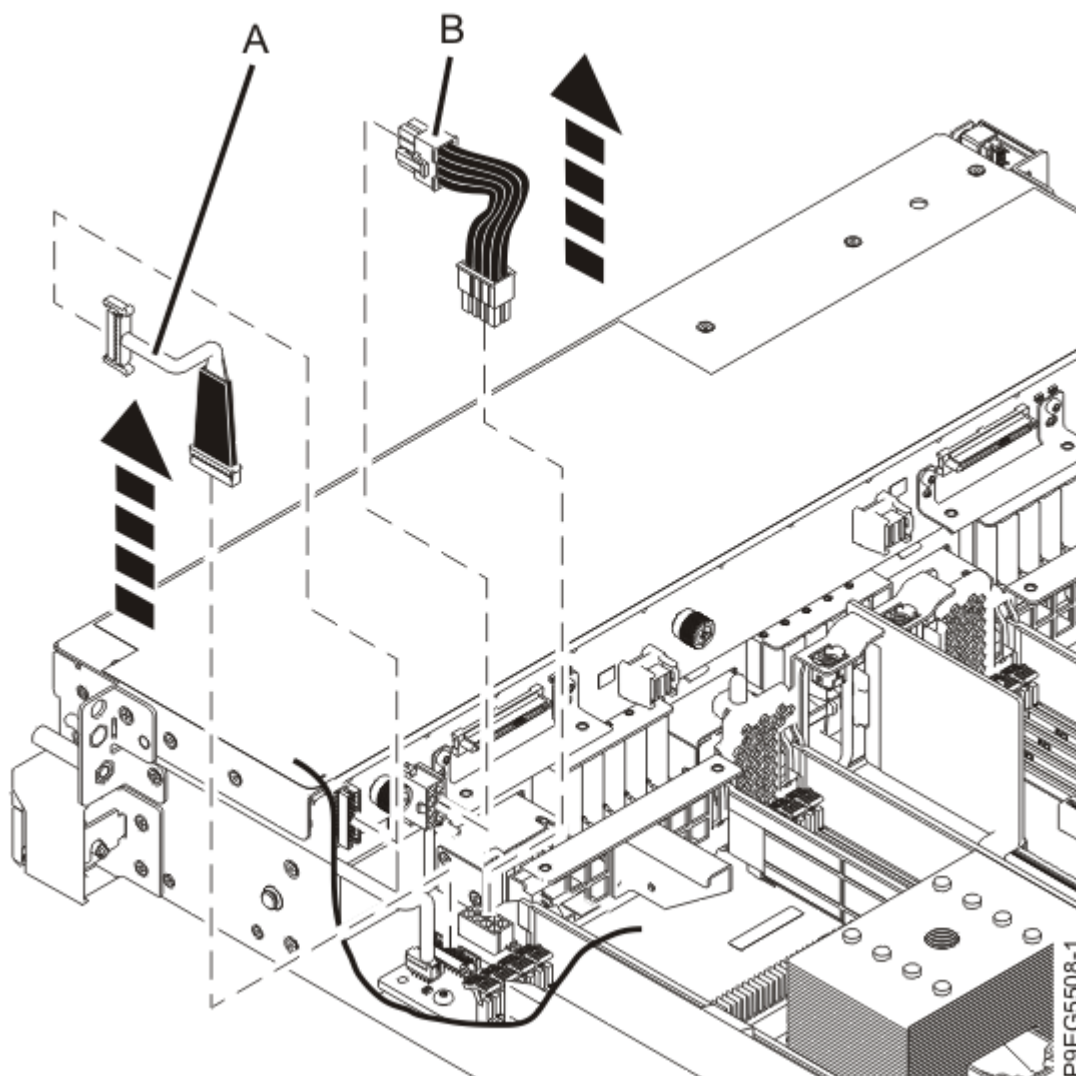

図 41. 信号ケーブルおよび電源ケーブルの切り離し
3. 信号ケーブル **(A)** にラベルを付けて、ディスク・ドライブ・バックプレーンから切り離します (47 ページの図 41 を参照)。